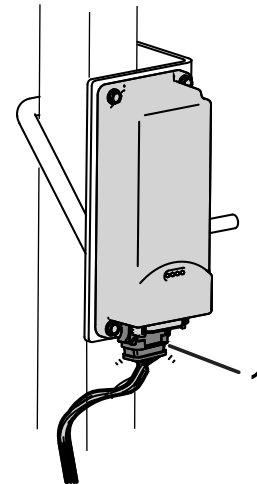

Figure 7
3. Branchez le connecteur étiqueté P02 du faisceau de câblage du dispositif télématique sur le dispositif télématique (Figure 7).